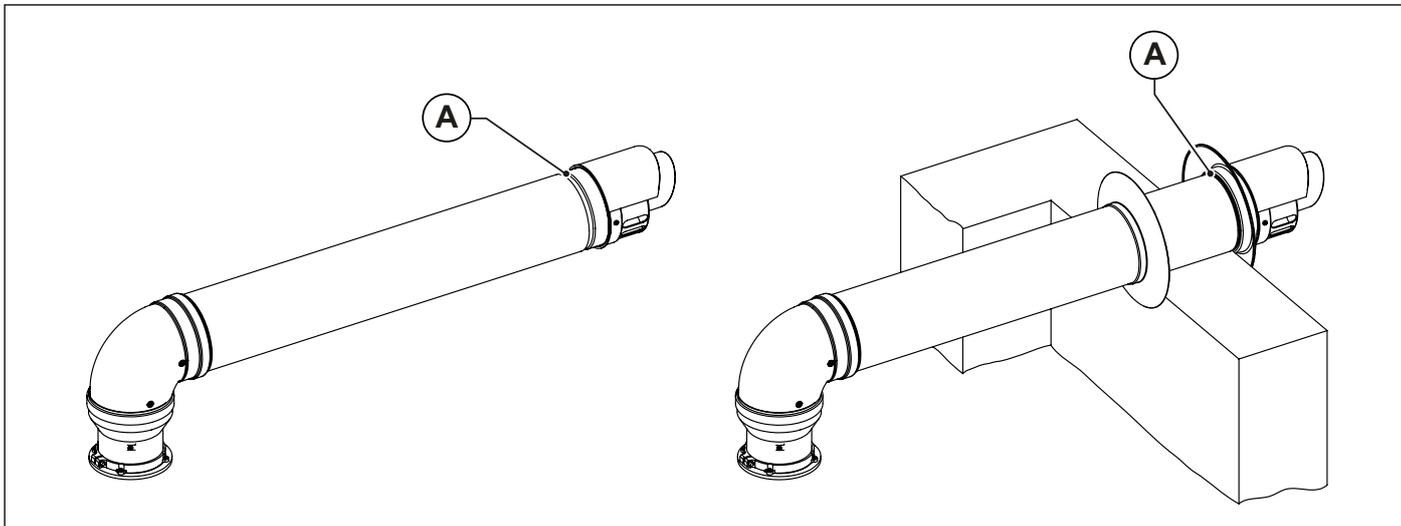

Fig. 10 Instalarea terminalelor pe perete
Terminalele de aspirare a aerului și evacuare a gazelor arse, duble și coaxiale, sunt dotate la capăt cu un gât (A) pentru fixarea rozetei externe (vezi Fig. 10 Instalarea terminalelor pe perete).